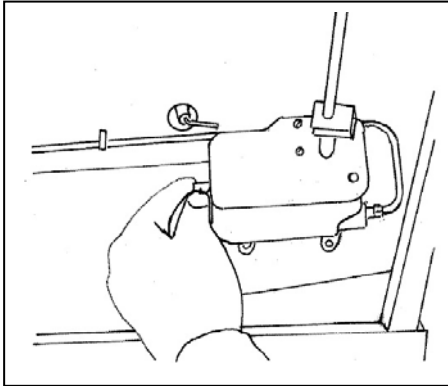

Bild 5
Erkennbar wird das durch ein Abreißen der Flamme bei Kleinstellung bzw. dadurch, dass bei einer Wiederinbetriebnahme das Öl nur sehr zögernd oder überhaupt nicht mehr in den Brenntopf einläuft. In solchen Fällen ist die Reinigungsna- del (13) bei gleichzeitiger Hin- und Herbewegung in den Öleinlaufstutzen einzudrücken. Die Nadel wird hiernach wieder bis auf Anschlag zurückgezogen (Bild 5). In der Regel wird damit eine Reinigung wie nachfolgend beschrieben während einer Heizperiode vermeidbar sein.